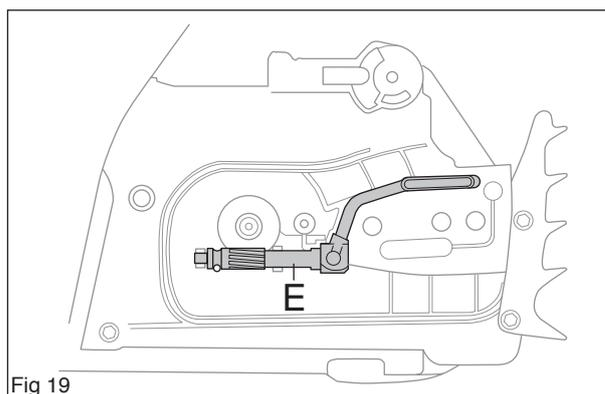

Fig 19
Retirez la pompe à huile (E) du carter moteur. La retirer avec le tuyau de pression d'huile (voir la figure 19).